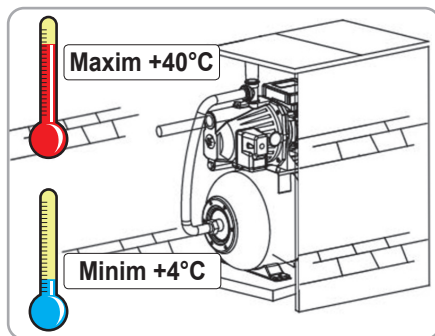

Fig.2
- Pe intreaga perioada de functionare a hidroforului trebuie sa i se asigure un mediu uscat si ventilat la temperaturi cuprinse intre +4...40°C (Fig.2).
- Hidroforul poate fi instalat si afara daca au o acoperire adecvata pentru a preveni ploaia, vantul sau inghetul (Fig.2).